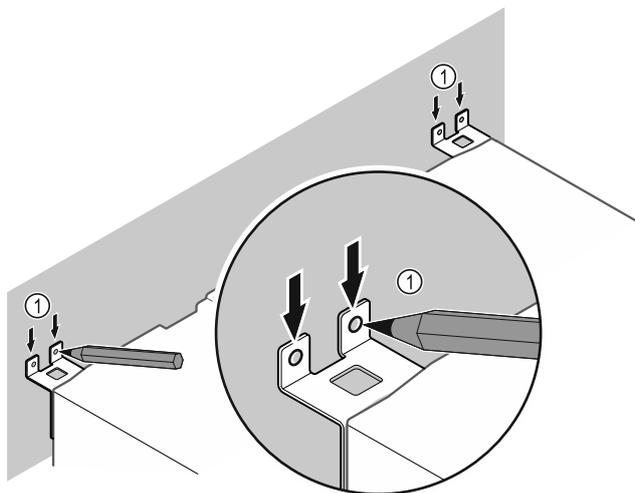

Fig. 12
- ▶ Tracer des repères sur le mur Fig. 12 (1).